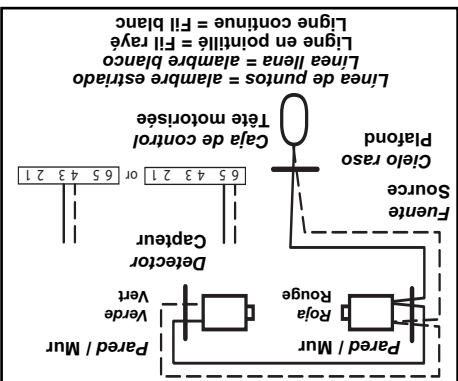

FIG. 4-5b *Métodos del detector y fuente*
- Corra el alambre de la pared a los detectores del Safe-T-Beam® (Fig. 4-5b).
- Corra el alambre del cielo raso a la caja de control (Fig. 4-5b).
- Acheminer le fil du mur aux capteurs Safe-T-Beam® (Fig. 4-5b).
- Acheminer le fil du plafond à la tête motorisée (Fig. 4-5b).